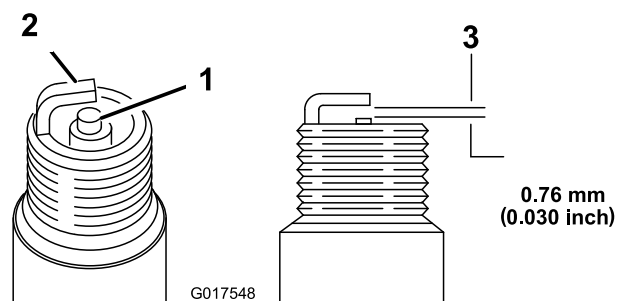

Bild 22
- Stellen Sie den Elektrodenabstand auf 0,76 mm ein (Bild 22).